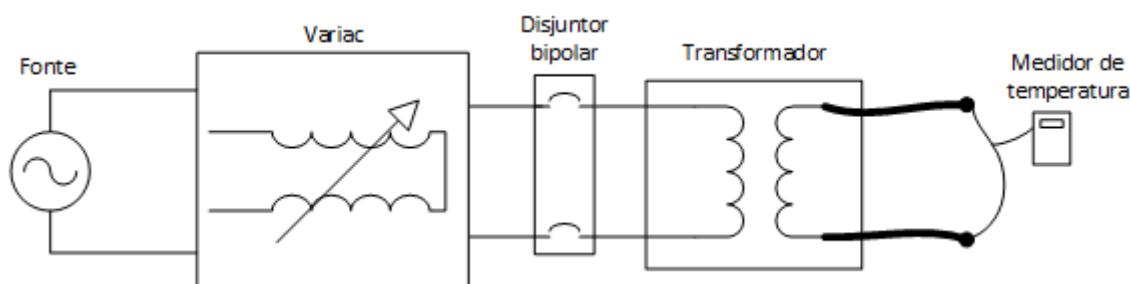

Figura 1 - Montagem para levantamento de curva de aquecimento de condutor
- 1.1. Executar e/ou conferir a montagem representada na figura 1, identificando os diversos componentes. Se o disjuntor bipolar estiver na posição “ligado”, desligá-lo. O cursor do *variac* deve estar na posição de mínima saída.